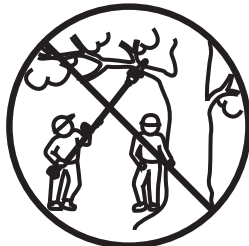

Fig. 5
15. Mantenga a las otras personas alejadas de la zona de corte y de la motosierra telescópica (Fig. 5).